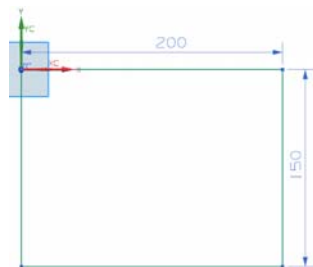

图 4-85 绘制基本突出块特征轮廓草图
(2) 在“突出块”对话框栏上单击图标, 绘制基本突出块特征轮廓草图, 如图 4-85 所示。单击“完成”图标, 草图绘制完毕